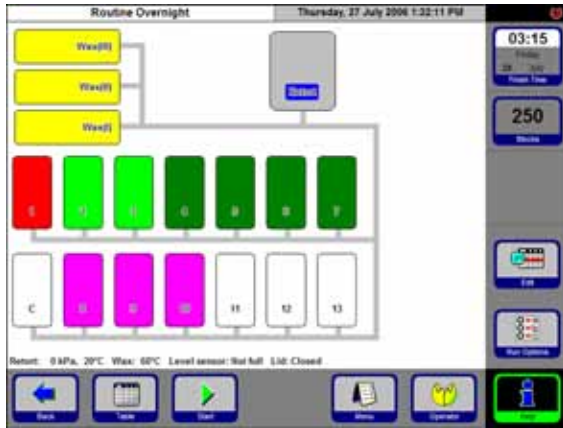

Fig. 63
- É exibida uma tela com uma representação gráfica do programa; nela, todas as estações necessárias para esse programa são coloridas de acordo com o código de cor do grupo de reagentes (Fig. 63).